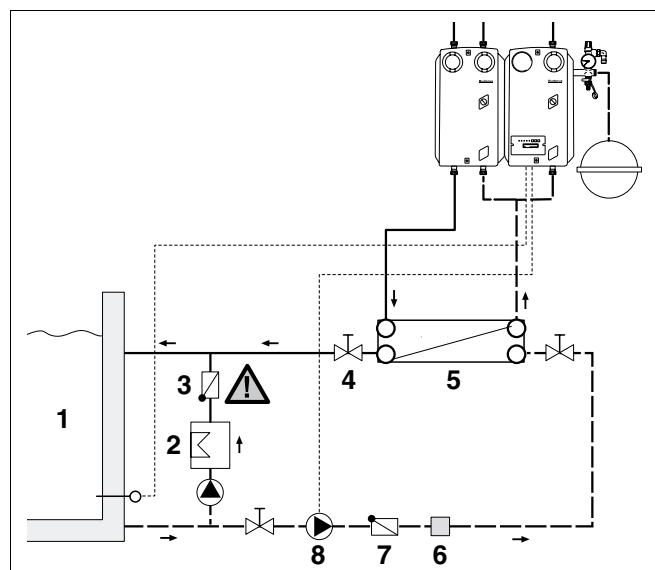

Fig. 4 Schéma hydraulique
Intégrez la technique solaire parallèlement au chauffage traditionnel (fig. 4, page 3). L'avantage du chauffage solaire consiste à ne pas devoir faire fonctionner les pompes filtrantes. L'installation de chauffage et l'installation solaire peuvent fonctionner parallèlement ou bien l'installation solaire peut fonctionner seule.
- Montez des clapets anti-retour côté piscine (fig. 4, **pos. 3** et **7**), pour éviter que du sable ne revienne du filtre (fig. 4, **pos. 2**).
- Montez un filtre (fig. 4, **pos. 6**) sur le retour du circuit de la piscine pour que l'échangeur thermique (fig. 4, **pos. 5**) reste en état de fonctionner.